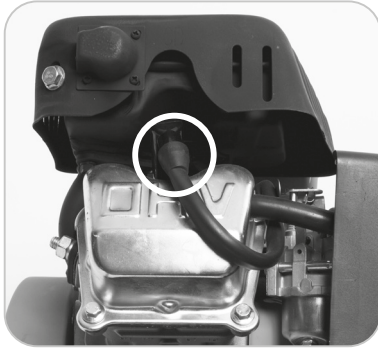

Abb. 15
- Entfernen Sie die Zündkerze mit einem Zündkerzensteckschlüssel (im Lieferumfang enthalten). (**Abb. 15**)